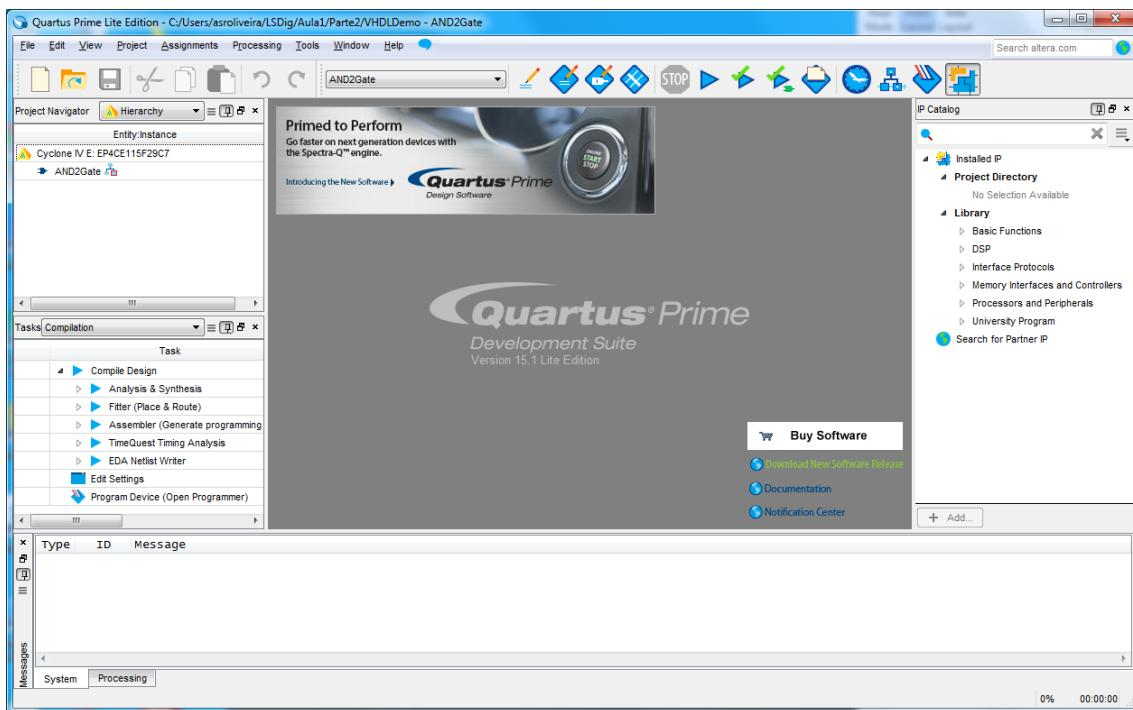

Figura 32 – “Quartus Prime” IDE após a criação do projeto.
**2.** Após premir “Finish” o IDE “Quartus Prime” deve apresentar o aspeto da Figura 32.